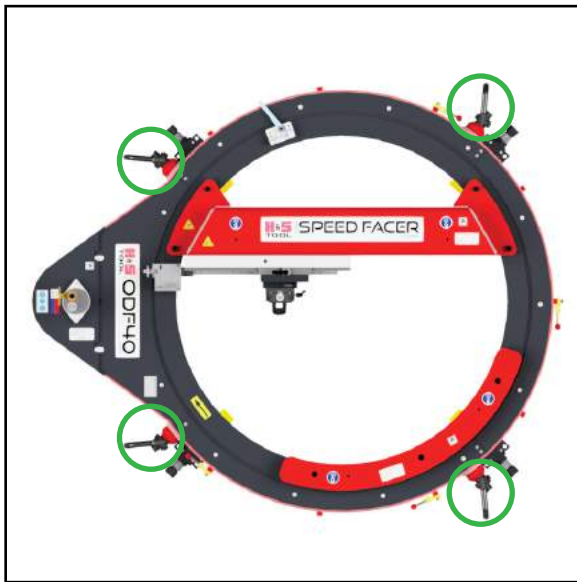

ABBILDUNG 3-1. HEBEPUNKTE (MODELL ODF40 IM BILD)
Das Herunterfallen oder das Hin- und Herschwingen der Maschine kann beim Bediener und in der Nähe stehenden Personen schwere Verletzungen bewirken. Heben Sie die Maschine ausschließlich an den in Abbildung 3-1 gezeigten 3/4“-Heberingen. Verwenden Sie für das Heben der ODF70 Flanschdrehmaschine nicht die kleineren Heberinge an der Brücke oder dem Gegengewicht.
3. Setzen Sie die Maschine entsprechend Abbildung 3-1 zum Installieren der 8 Spannfüße auf einer stabilen Unterlage ab.